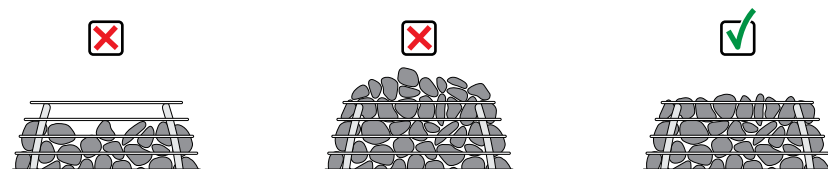

Abbildung 14. Stapeln der Saunaesteine
- Legen Sie die Steine auf gleiche Höhe mit der obersten Rippe des Steinkorbes (**Abbildung 14**).